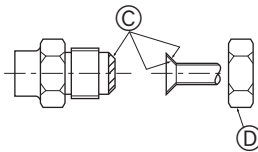

Fig. 5-6
(A) (Fig. 5-6)
(B) (Fig. 5-6)
### 5.5. Tubos de conexión (Fig. 5-6)